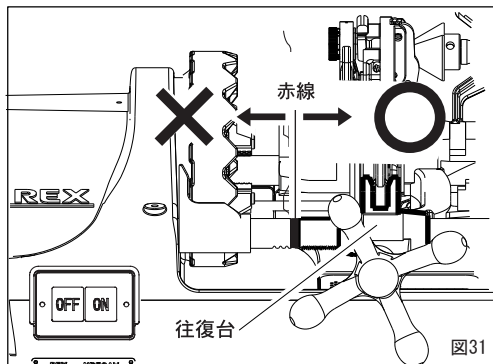

図31
- ・受けパイプの赤線が往復台でかくれた位置からねじ切りを開始すると、ねじが切れ上がるまでに往復台が主軸台に当り、事故や破壊の原因となります。(図31)
①希望するサイズにセットされているか確認してください。
受けパイプの赤線が往復台でかくれた位置からねじ切りを開始すると、ねじが切れ上がるまでに往復台が主軸台に当り、事故や破損の原因となります。(P. 15 図31)